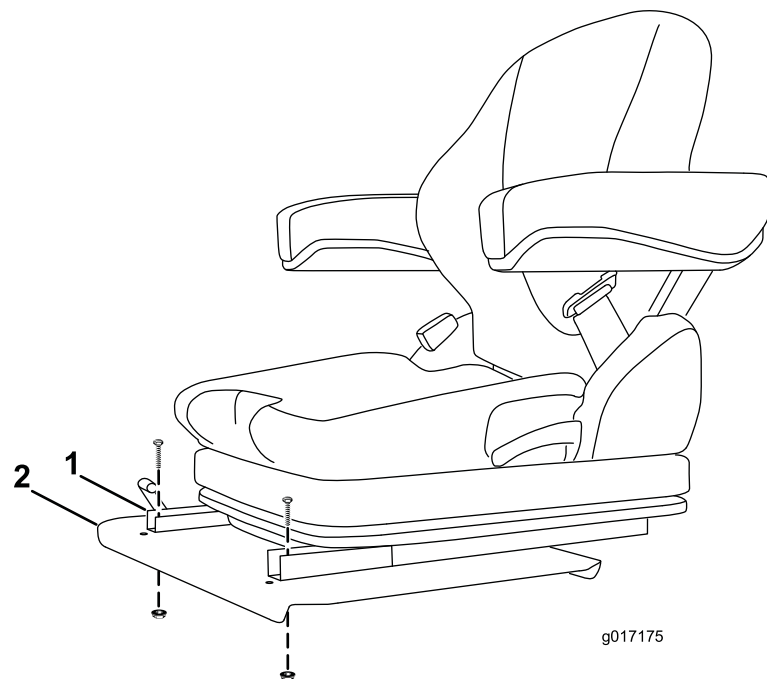

図 5
2. ボルトとフランジナットを使って、各シートスライドの前部をシートベースに取り付ける（図 5）。